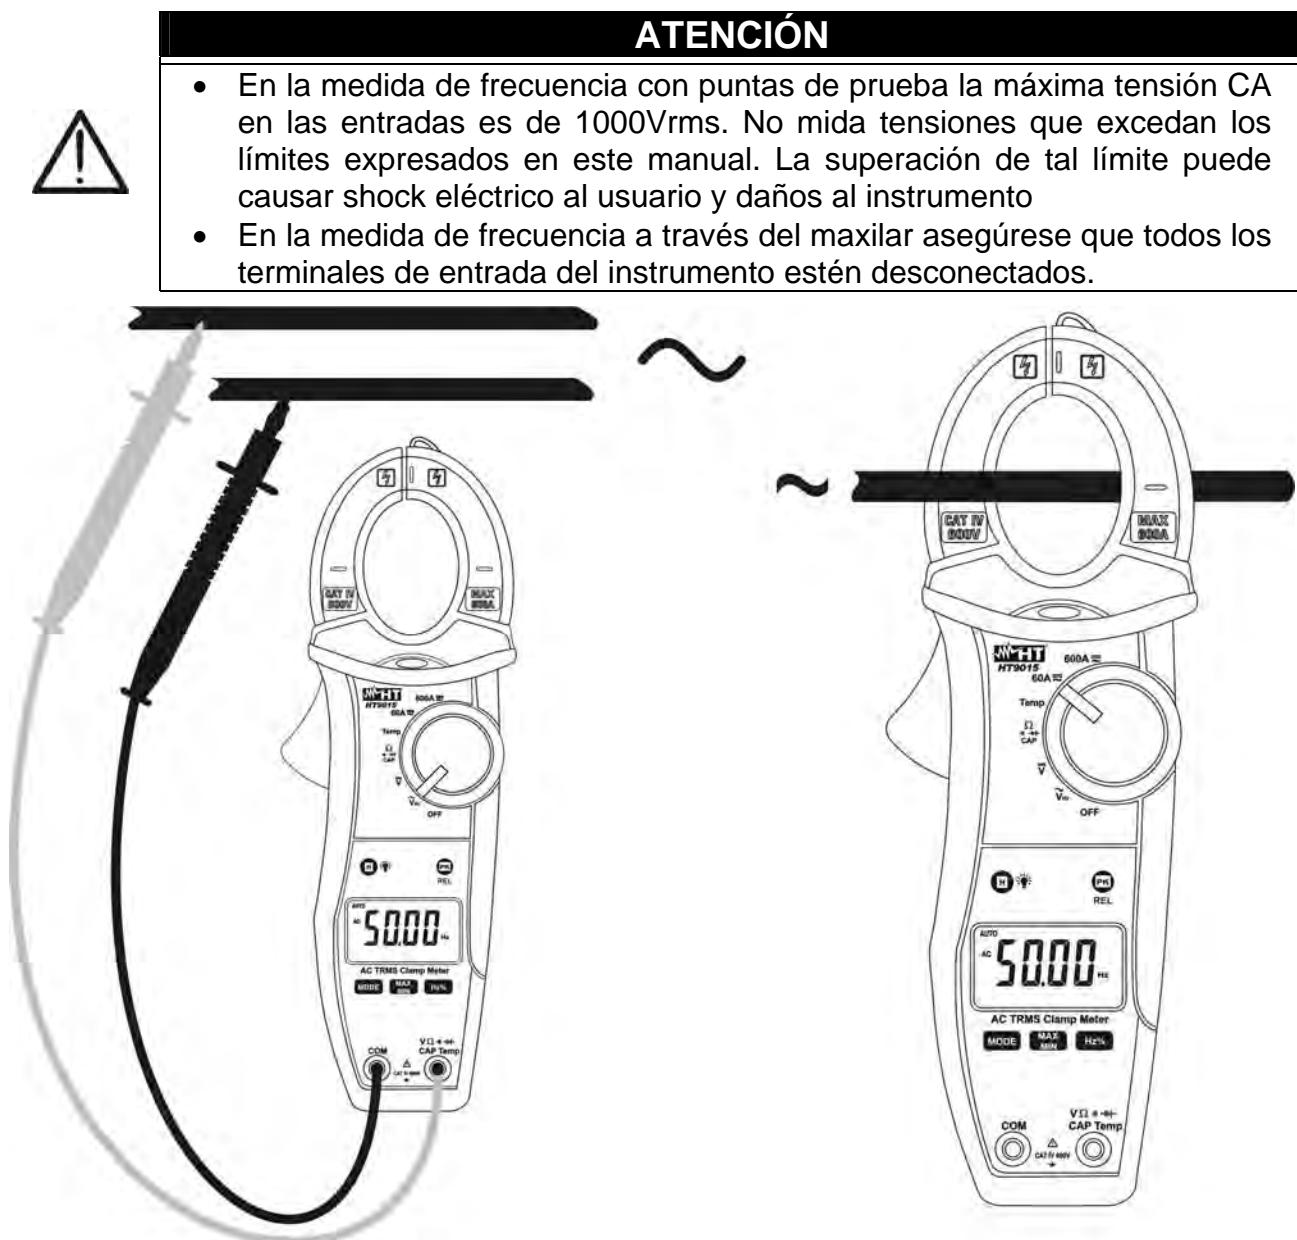

Fig. 10: Uso de la pinza para medidas de Frecuencia y Duty Cycle
3. Inserte el cable rojo en el terminal de entrada **VΩ%CAPHz%Temp** y el cable negro en el terminal de entrada **COM** (Fig. 10 – parte izquierda) para medidas de frecuencia con puntas. Inserte la pinza sobre el conductor (Fig. 10 – parte derecha) para medidas de frecuencia con maxilar. El valor de la frecuencia (Hz) o del duty cycle (%) es mostrado en el visualizador. En la medida de frecuencia y duty cycle la barra gráfica analógica está desactivada.